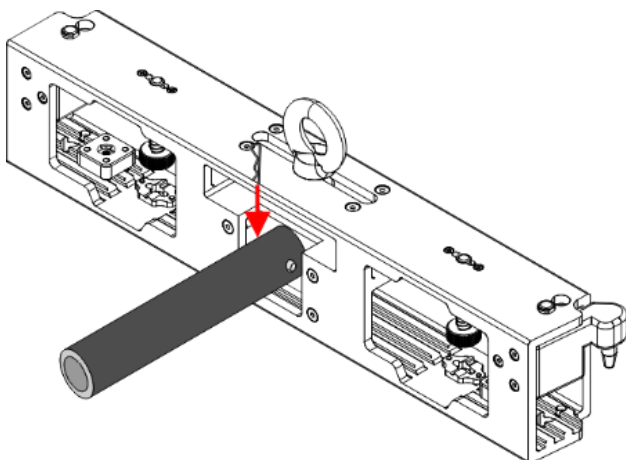

Fig. 16
- 03) Coloque el resorte de seguridad (B) en la abertura del perno cónico (A) para sujetar el dispositivo al P-truss como se muestra en las Fig. 16 y 17.